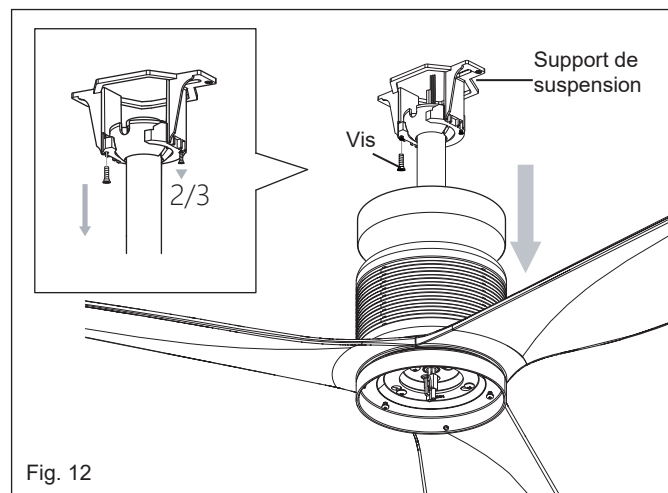

Fig. 12
- 2 Retirez une vis du support et desserrez l'autre vis du support. (Fig. 12)